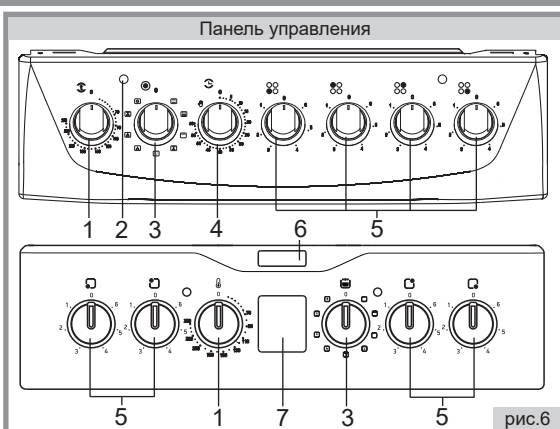

рис.6
■ На рисунке панели управления (рис.6) присутствуют элементы комфортности, которые могут присутствовать на панелях различных моделей плит. Для Вашей плиты перечень элементов комфортности указан в таблице комфортности моделей плит на обложке настоящего руководства.
■ Установка рабочей температуры в жарочном шкафу обеспечивается терморегулятором, который задает необходимую температуру (рис.6). Значения температур указаны на панели управления и являются ориентировочными, могут колебаться в пределах $\pm 15^{\circ}\text{C}$.